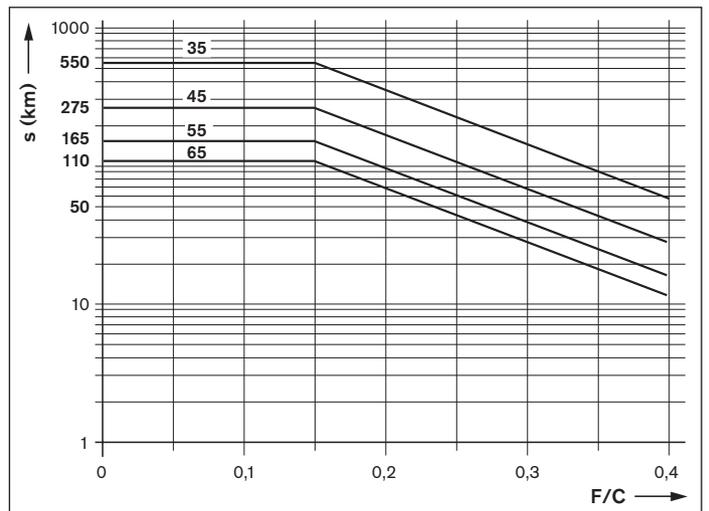

Figura 1: Intervalo de relubricación
- ▶ Si se alcanza el intervalo de relubricación de la figura 1, se deberá introducir la cantidad de lubricante según la tabla 2.
- ▶ Si se alcanza el intervalo de relubricación de la figura 1, se deberá introducir por cada conexión de lubricación la cantidad de lubricante según la tabla 2.